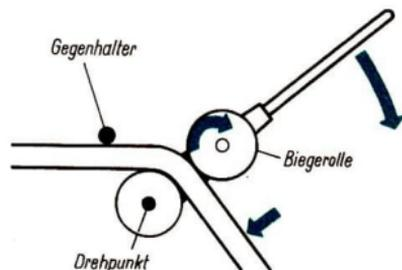

Bild 49 Biegen einer Rundung mit einer Hebelvorrichtung
Beim Biegen von Rohren benutzt man eine **Biegeform** oder eine Vorrichtung zum Biegen. Die Hebelvorrichtung (Bild 49) ermöglicht es, ohne Sandfüllung zu biegen. Biegt man ein metallisches Rohr über eine Kante, ist eine Füllung notwendig, damit der Durchmesser erhalten bleibt.
31. Beschreibe die in Bild 49 gezeigte Biegevorrichtung! Fertige ein Modell dieser Vorrichtung an!